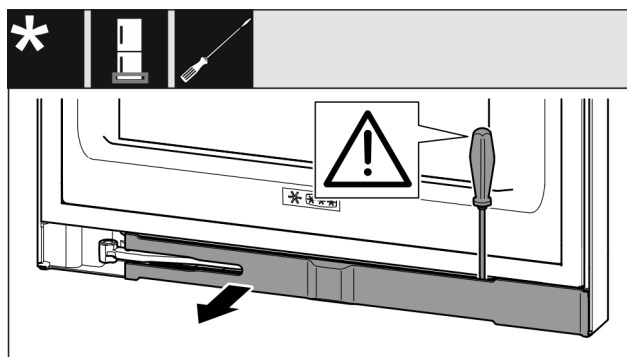

Fig. 13
- Nxirrni nga foleja shiritin mbulues me një kaçavidë dhe shtyjeni anash Fig. 13 ().